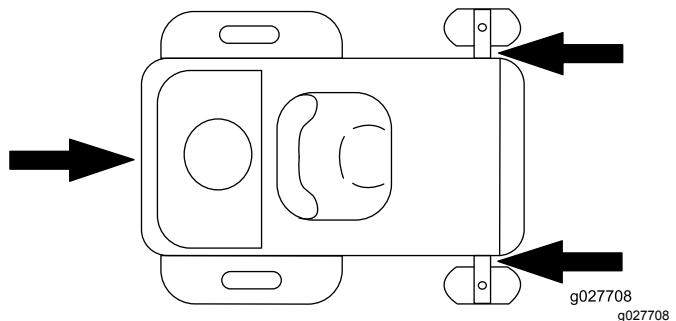

Figura 34
6. Ancorate la macchina accanto alle ruote orientabili anteriori e al paraurti posteriore con cinghie, catene, cavi o corde (Figura 34). Fate riferimento ai regolamenti locali per i requisiti di ancoraggio.